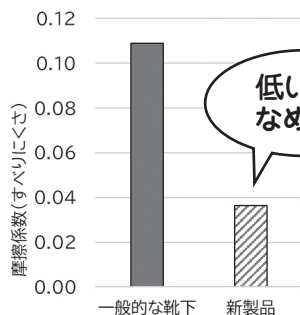
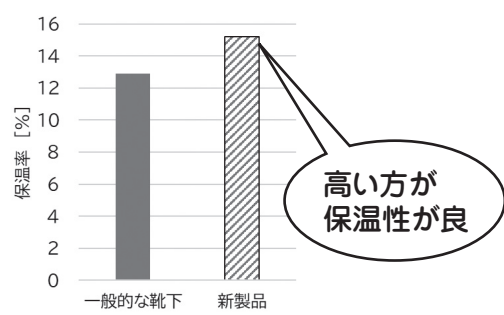

図1 表面のなめらかさ
図2 保温性能
- ・KESによる肌ざわりの評価として「表面のなめらかさ(図1)」や「柔らかさ」を測定し、暖かさに関する評価として「通気度」「接触冷温感」「保温性能(図2)」を測定しました。